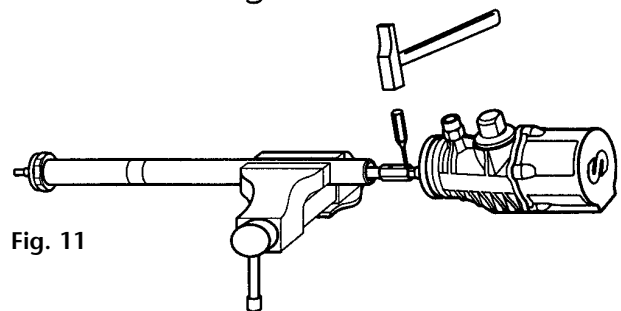

Fig. 11
5. Remove the pin (38) situated in the upper part of the union nut (37) (Fig. 11) and unscrew the air motor body (15) from the suction tube assembly.
5. Sortir la goupille (38) située au niveau de la partie supérieure de l'écrou prolongateur (37) (voir Fig. 11) et séparer le corps (15) du tube d'aspiration (47).
5. Extraer el pasador (38) situado en la parte superior de la tuerca de conexión (37) (Fig. 11) y desenroscar el cuerpo (15) del tubo de aspiración (47).